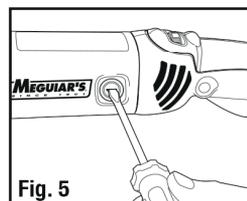

Fig. 5
1. À l'aide d'un **tournevis plat (Fig.5)**, ôtez les deux trappes d'accès positionnées de part et d'autre du corps de la lustreuse. Tournez dans le sens contraire des aiguilles d'une montre.